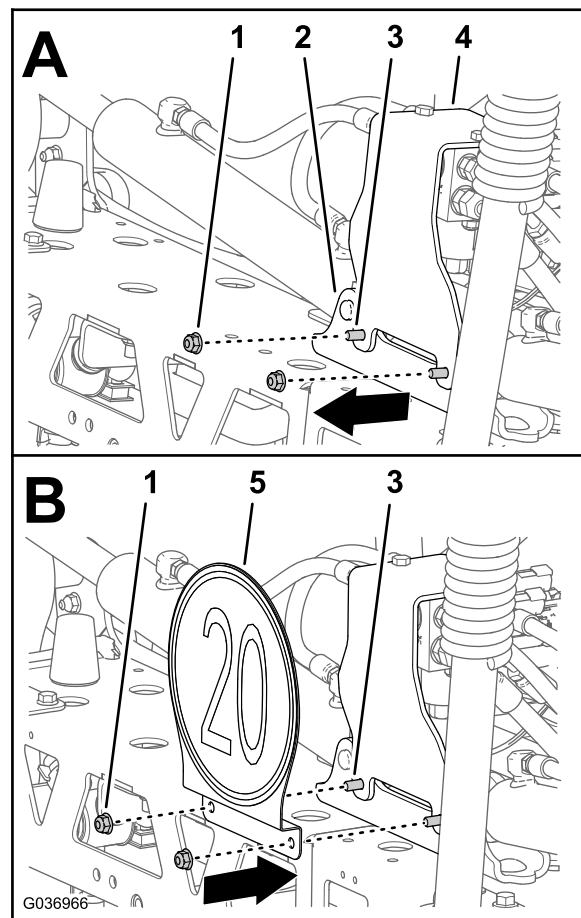

図 14
4. 昇降シリンダ用マニホルドを昇降シリンダマウントに固定しているフランジロックナット 5/16 インチ 2 個を外す 図 14。